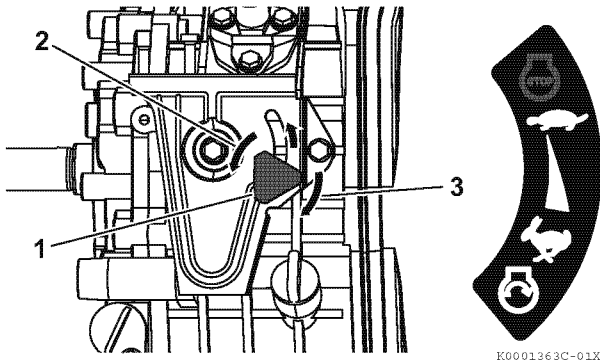

Abbildung 18
3. Falls die Motordrehzahlregelung **Abbildung 18** ähnelt:
- 1- Knauf für die Motordrehzahlregelung (1, **Abbildung 18**) nach links (2, **Abbildung 18**) drehen.
- 3- Knauf für die Motordrehzahlregelung nach rechts (3, **Abbildung 18**) drehen, um ihn festzuziehen.